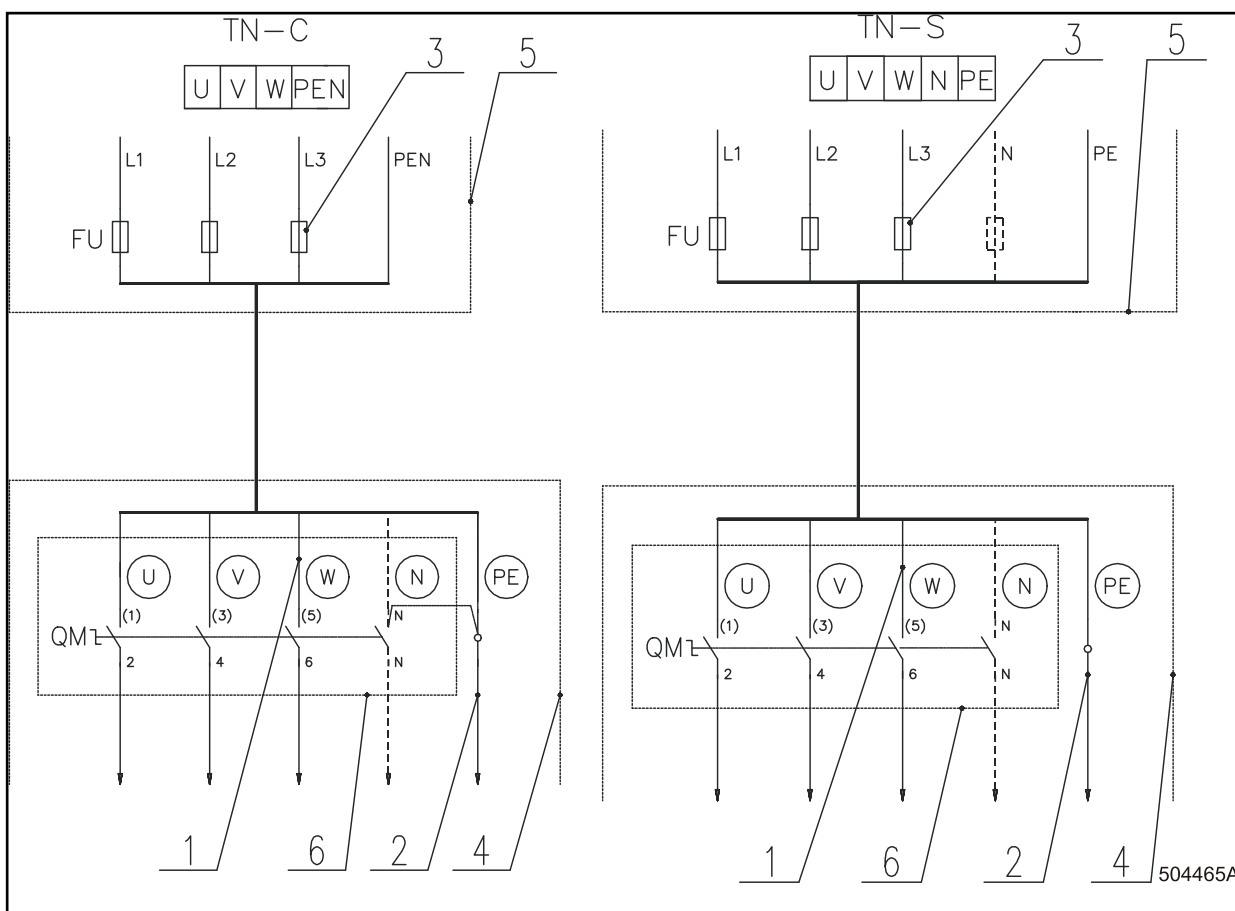

figura 3.6.A.
- La máquina está construida para la conexión con el sistema de distribución eléctrica según la especificación en el pedido. Se conecta con sistemas de distribución de cuatro conductores (TN-C) y cinco conductores (TN-S) de tres fases con la tensión de 380-415V 50/60Hz y 208-240V/50-60Hz. En máquinas con el calentamiento de gas es posible también la versión de modelo de una fase para sistemas de 208-240V/50-60Hz. La forma de la conexión con las diferentes redes eléctricas se indica en la figura 3.6.A. Si la máquina no dispone del interruptor principal, todas las alimentaciones eléctricas tienen que disponer del disyuntor por corriente diferencial según la norma EN 60204-1, capítulo 5.3.
- Figura 3.6.A. – conexión de la máquina con la red eléctrica TN-C y TN-S sin disyuntor por corriente diferencial.